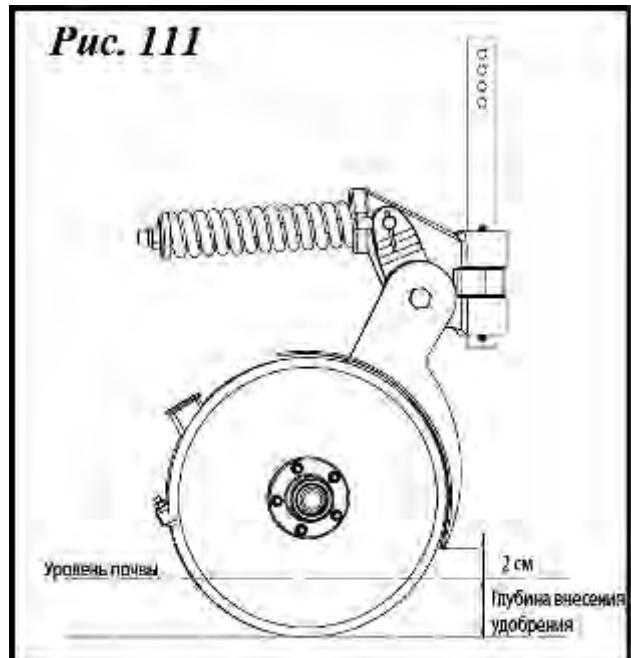

Рис. 112
- 1 - Ослабить две контргайки и два крепежных болта на туковом сошнике (1, рис. 112).
- 2 - Поддерживать туковый сошник, чтобы он не упал, и ослабить гайку и болт (2, рис. 112).
- 4 - Зафиксировать положение сошника двумя крепежными болтами с гайками (1, рис. 112) и болтом с гайкой (2, рис. 112).